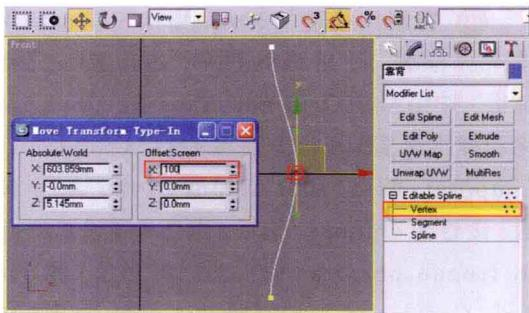

图1-7
⑦ 在前视图中, 激活“靠背”模型的Vertex (点) 层级, 选择中间的顶点, 在主工具栏中右击 (移动) 按钮, 弹出Move Transform Type-In (移动变换输入) 对话框, 在X轴位置输入100, 然后按键盘上的[Enter] (回车) 键, 如图1-7所示。